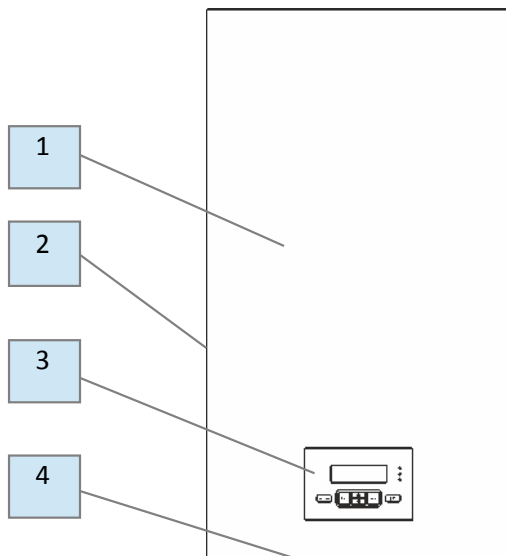

Рисунок 1. Внешний вид прибора.
4.2 Внешний вид прибора представлен на рис. 1.
- запрещается работа прибора при снятом кожухе (1) или панели лицевой (2) рис. 1.